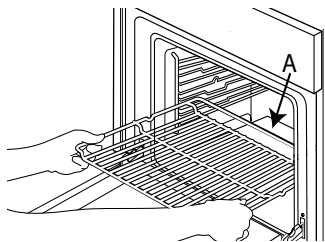

Fig. 1
1. Insérez la grille horizontalement, avec la partie surélevée « A » orientée vers le haut (Fig. 1).